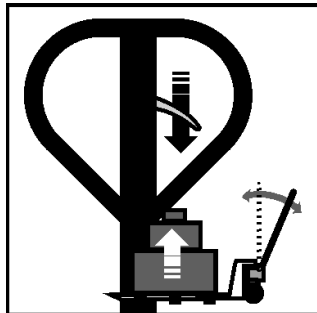

Fig. 7 – Elevar la carga
a. Posicione la palanca para abajo y mueva el cable para elevar la carga (fig. 7).